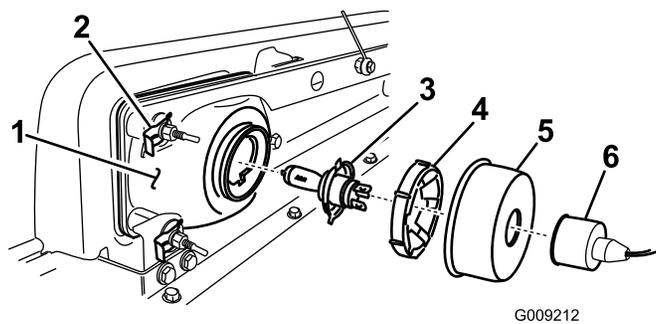

Figure 31
- Enlevez le capuchon de protection en caoutchouc (Figure 31).
2. Sortez l'ensemble phare en le déplaçant vers l'avant à travers l'ouverture dans le pare-chocs avant (Figure 31).
3. Montez le phare neuf à travers l'ouverture dans le pare-chocs (Figure 31). Veillez à bien aligner les ergots sur les trous dans le support de montage du pare-chocs.